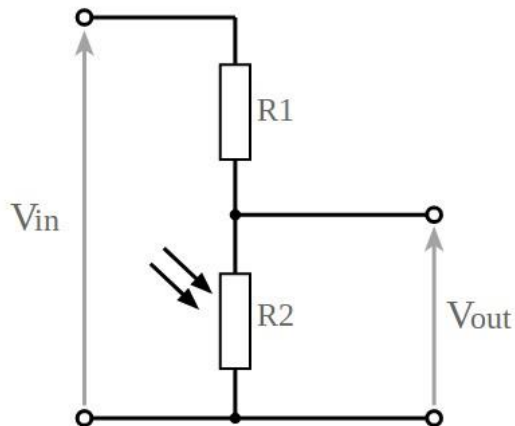

Рис. 6. Схема підключення фоторезистора до Arduino Uno
6. Замість змінного резистора підключити до аналогового входу подільник, утворений постійним резистором й давачем освітленості (фоторезистором) згідно рис. 6. Змінюючи освітленість фоторезистора, спостерігати за значенням змінної `potm`.